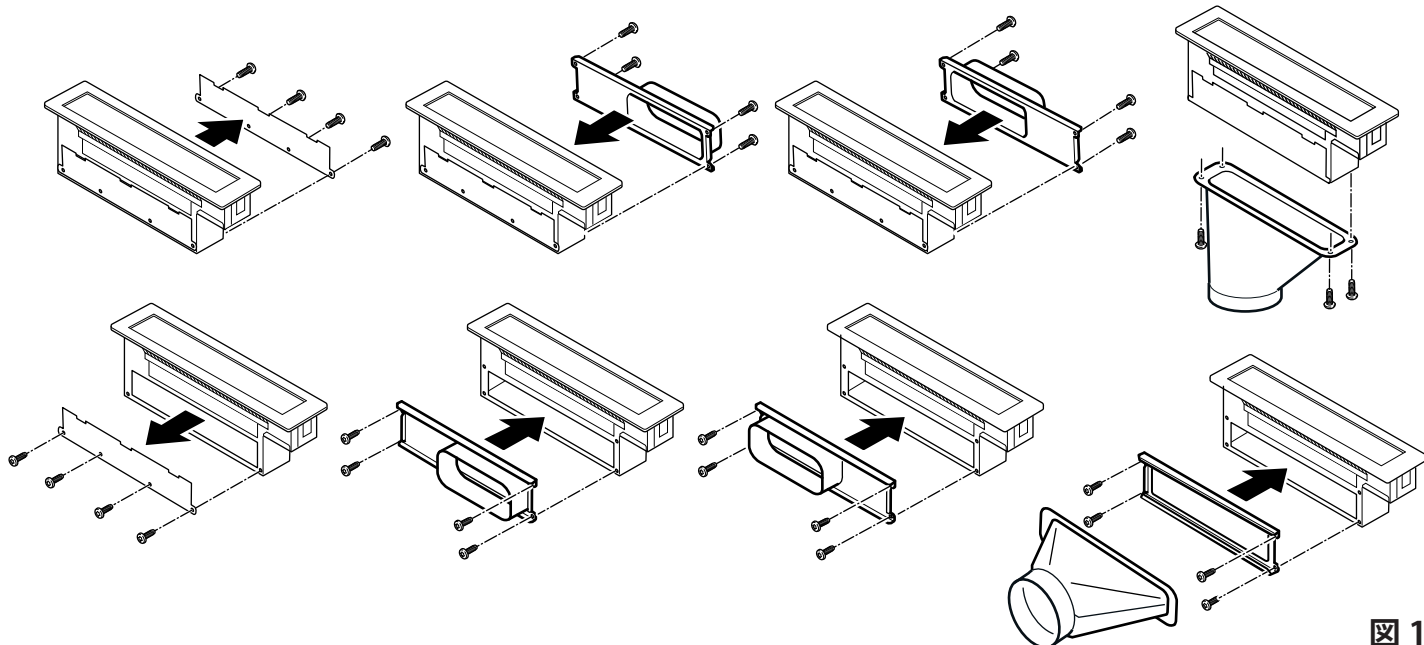

図15
6. 接続部材を製品の必要な位置に取り付け、任意の排気ダクトを使用しリモートファンと接続します。(図15)